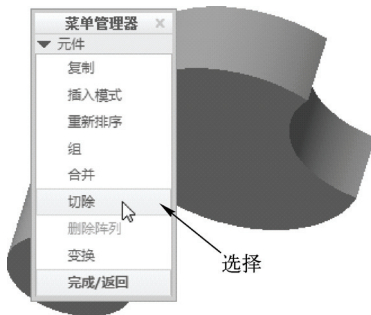

图 11-99 选择“切除”选项
STEP 02 在功能区选项板的“模型”选项卡中，单击“元件”面板中“元件”右侧的下拉按钮，在弹出的列表框中选择“元件操作”选项，弹出“元件”菜单管理器，选择“切除”选项，如图 11-99 所示。